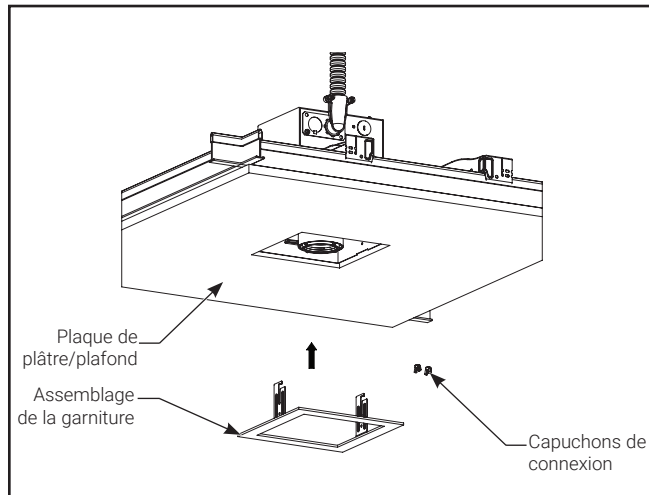

Figure 11.
7. Installez la garniture sur le boîtier avec les écrous à oreilles. Placez la garniture sur la plaque de plâtre, ajustez la hauteur à l'aide d'écrous à oreilles. Une fois la hauteur souhaitée atteinte, serrez fermement les écrous à oreilles (Figure 11).